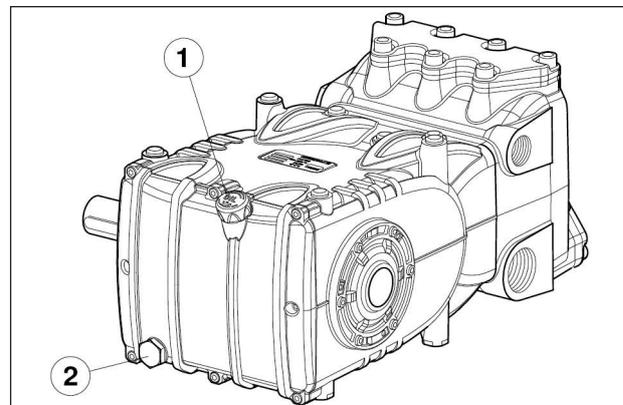

Fig. 3
Controlar el nivel de aceite y si es necesario restablecerlo utilizando la varilla del nivel de aceite pos. ①, Fig. 3. El control correcto del nivel de aceite se realiza con la bomba a temperatura ambiente, el cambio de aceite va realizado con la bomba a temperatura de funcionamiento retirando: la varilla de nivel de aceite pos. ①, y, a continuación, el tapón pos. ②, Fig. 3. El control del aceite y el cambio se han de realizar como se indica en la tabla del capítulo 11.
Preparar la instalación de manera que el aceite no supere los **110 °C** (230 °F) de temperatura cuando la bomba esté funcionando. Introducir una sonda de temperatura en el tapón de descarga del aceite pos. (2) fig.3. Consultar el manual "PROTECCIÓN ANTIDFLAGRANTE ATEX". **ATENCIÓN:** utilizar aceite con un punto de inflamabilidad superior a 200 °C.